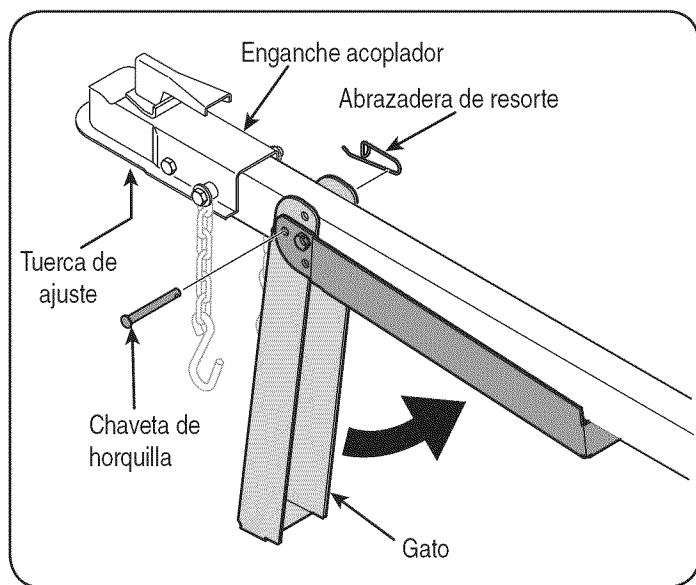

Figura 15
3. Sostenga la lengüeta y gire el gato hacia arriba contra la lengüeta. Vea la Figura 15.
4. Asegure el gato con la abrazadera de resorte y la chaveta de horquilla retiradas previamente. Vea la Figura 15.